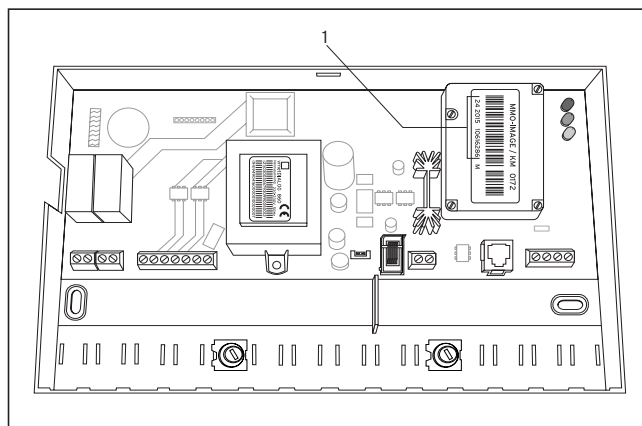

Рис. 5.1 Номер карты для активации GSM-карты
Устройство vrnetDIALOG 860 работает с использованием сети GSM. Для первого включения в работу должна пройти активация, при которой устройству связи vrnetDIALOG 860 назначается номер телефона. Активация происходит в пределах Вашего доступа в Интернет (<http://www.vrnetdialog.vaillant.de>) в пункте меню „Активация карты“. Внесите там 14-значный номер карты, а также Ваш адрес электронной почты, на который мы должны будем выслать Вам номер телефона. Номер карты (1) Вы найдете в устройстве связи vrnetDIALOG 860 (смотри рис. 5.1). Активация, как правило, происходит в течение двух рабочих дней. С помощью телефонного номера в пункте меню "Создать систему" Вы можете по-новому создать систему. Одновременно с активацией автоматически с Вашего счета снимается ежегодная плата за пользование устройством связи vrnetDIALOG 860 (смотри AGB "Общие условия заключения сделок"). Вы не можете пользоваться услугами фирмы "Vaillant" до тех пор, пока эта сумма не будет уплачена. О размере ежегодной платы, а также обо всех других ценах Вы узнаете из пункта меню "Цены".